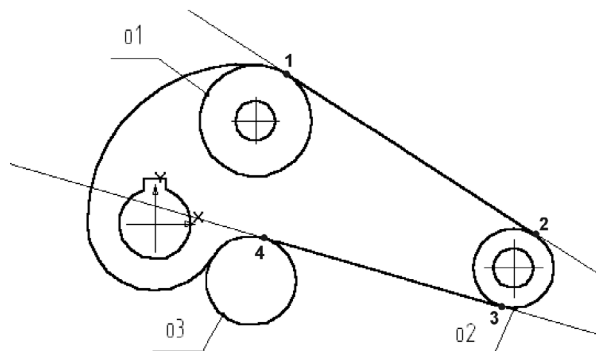

Рис. 27.10. Построение касательных отрезков
- Постройте отрезки 1–2 и 3–4 со стилем линии *Основная*. Начальные и конечные точки отрезков укажите с помощью привязки **Пересечение** (рис. 27.10).